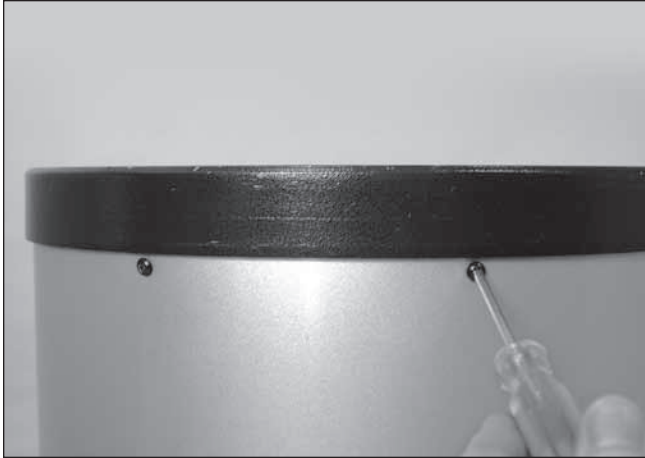

Abbildung 18. Lösen Sie zum Entfernen des hinteren Endrings die acht Schrauben, mit denen er am Optiktrohr befestigt ist.
1. Um die Spiegelzelle im Optiktrohr zu installieren, muss zuerst der hinteren Endring am unteren Teil des Optiktrohrs entfernt werden. Hierzu lösen und entfernen Sie die acht Kreuzschlitzschrauben, die den Endring am Optiktrohr befestigen (**Abbildung 18**), und ziehen dann den Endring vom Optiktrohr ab.